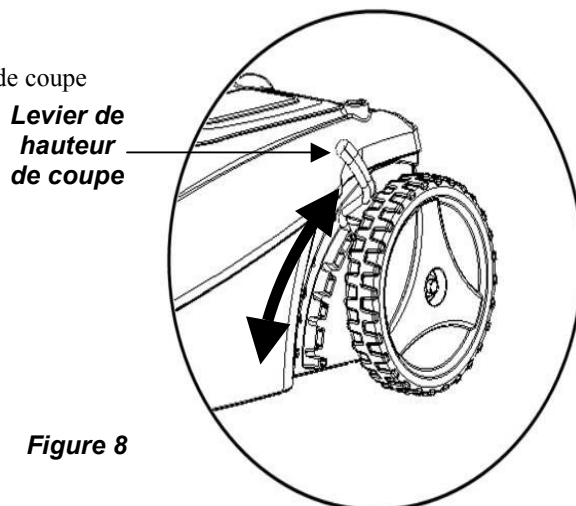

Figure 8
A l'aide du levier de hauteur de coupe situé sur le côté de la roue arrière gauche (*Figure 8*), réglez la hauteur de coupe de façon à ne couper que 2,5 cm (1) ou 5 cm (2) d'herbe à la fois.